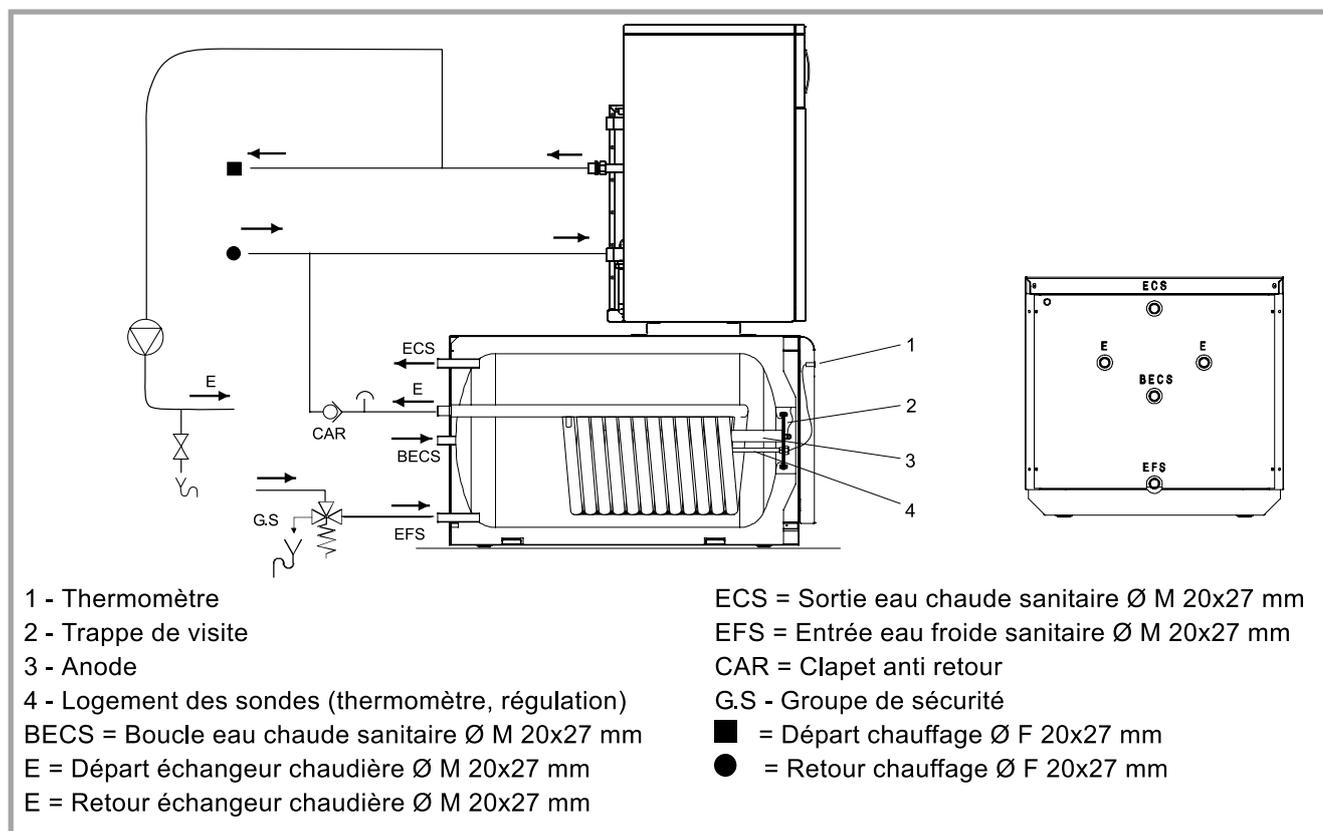

Figure 8 - Schéma et raccords hydrauliques du ballon
- Enfiler la sonde dans l'orifice de l'habillage arrière et la placer dans le logement prévu à cet effet à l'avant du ballon (rep. 4, fig. 8, p. 6).